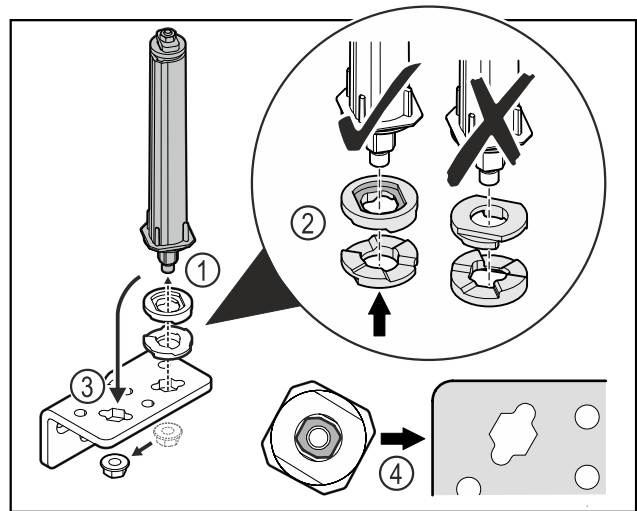

Fig. 32
- ▶ Svitare il dado e rimuovere il sistema di chiusura della porta Fig. 32 (1).
- ▶ Assicurarsi che le rondelle per la regolazione dell'altezza siano rivolte nel verso giusto Fig. 32 (2).
- ▶ Spostare il sistema di chiusura della porta nella cerniera angolare e fissarlo con il dado Fig. 32 (3).
- ▶ Durante l'inserimento del sistema di chiusura della porta assicurarsi che sia rivolto nel verso giusto Fig. 32 (4).